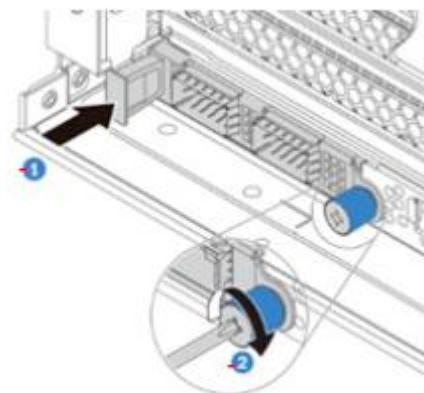

Рисунок 27 – Установка Ethernet – адаптера OCP 3.0
- Затяните винт с накатанной головкой, чтобы закрепить карту в слоте (см. Рисунок 27).